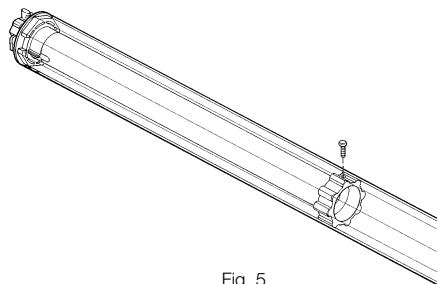

Fig. 5
5. Fissare la ghiera di trascinamento **(D)** al tubo di avvolgimento mediante vite M4x10 in modo da evitare possibili slittamenti e spostamenti assiali del motore (fig. 5).